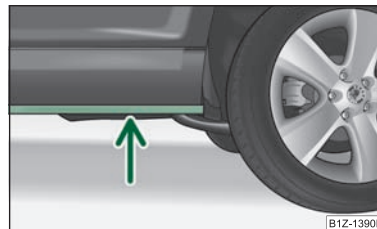

Fig. 158 Traversarea apelor
- Înainte de a trece prin apă, stabiliți adâncimea apei. Apa trebuie să ajungă maxim până la puntea lonjeronului inferior al autovehiculului ⇒ fig. 158.